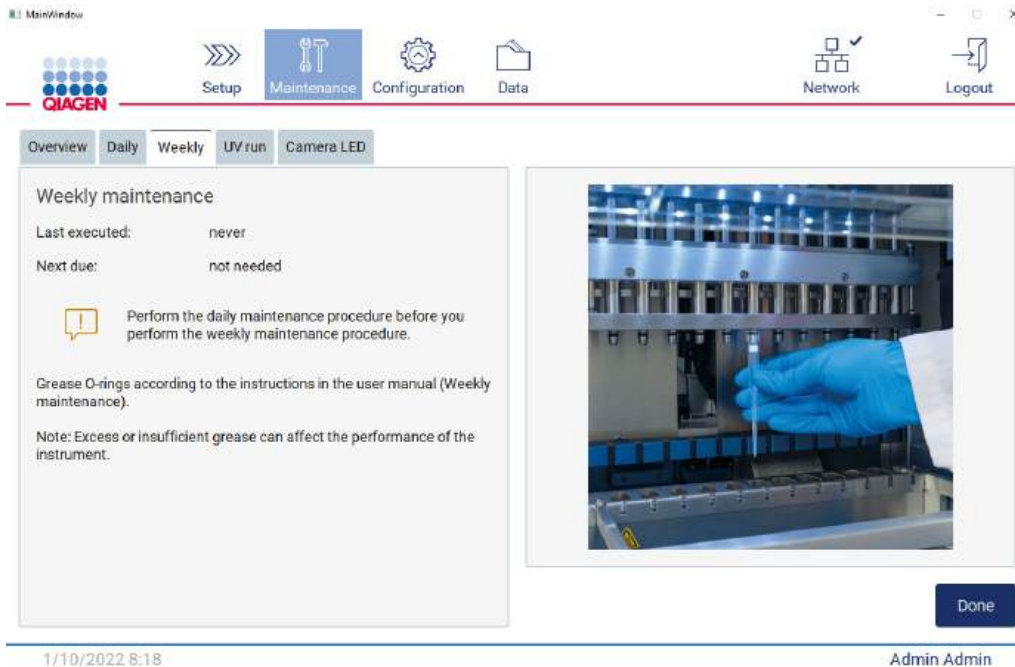

Figura 150. Ecranul Weekly maintenance (întreținere săptămânală).
5. Folosind o mănușă nouă, aplicați o cantitate mică de vaselină siliconică pe suprafața garniturilor inelare (prezentate în Figura 150), folosind doar vârful degetului umezit cu vaselină. Aveți grijă să nu permiteți aplicarea vaselinei și să nu acoperiți deschiderea din capul de pipetare.